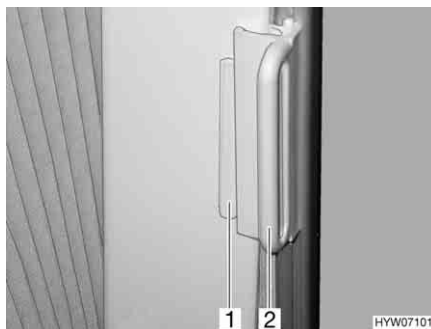

Fig. 65 Tendina oscurante pieghevole, aperta
- Aprire le tendine oscuranti pieghevoli per il finestrino del guidatore e del passeggero e spingerle nell'impugnatura della guida degli oscuranti (Fig. 65,2) sul sopralzo (Fig. 65,1).